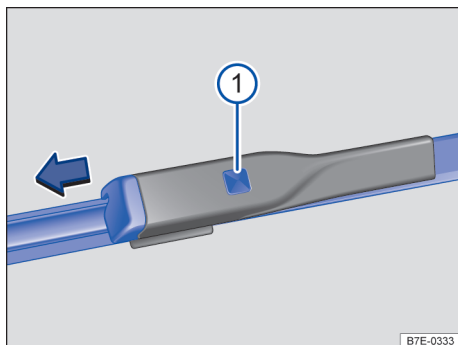

Fig. 169 La parbriz: înlocuirea lamelelor ștergătoarelor de parbriz.
- ① Buton de deblocare.
3. Mențineți apăsat butonul de deblocare și scoateți simultan lamela ștergătorului, trăgând în sensul săgeții → fig. 169 ①.